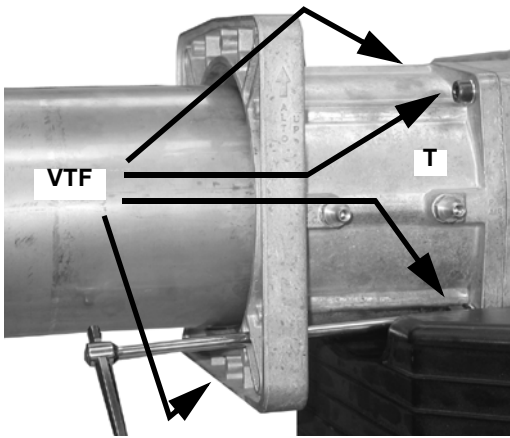

Fig. 10
- 3 Desmontar el botín embridado **T** extrayendo los 4 tornillos de cabeza hexagonal **VTF** (Fig. 10).